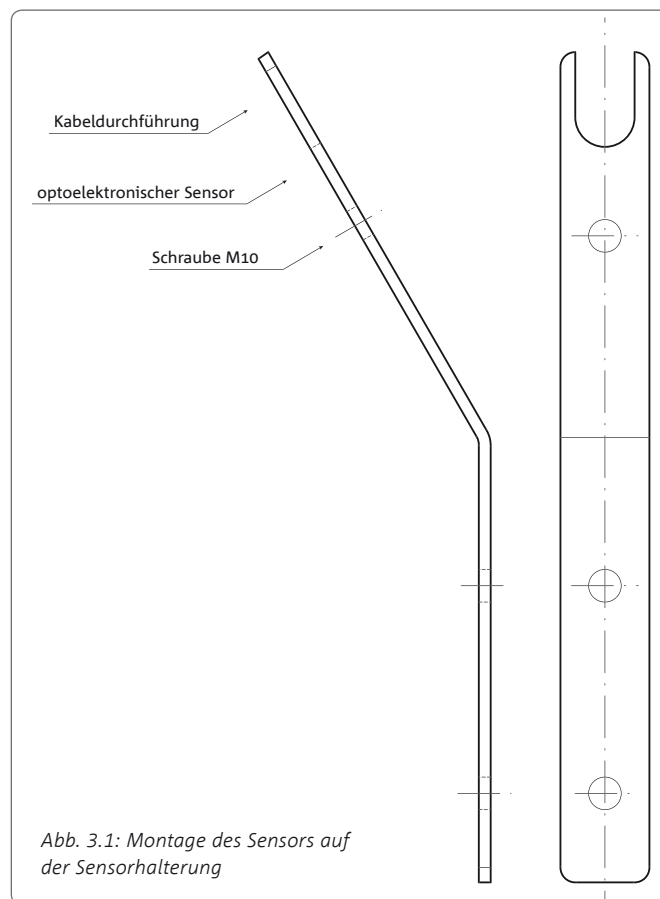
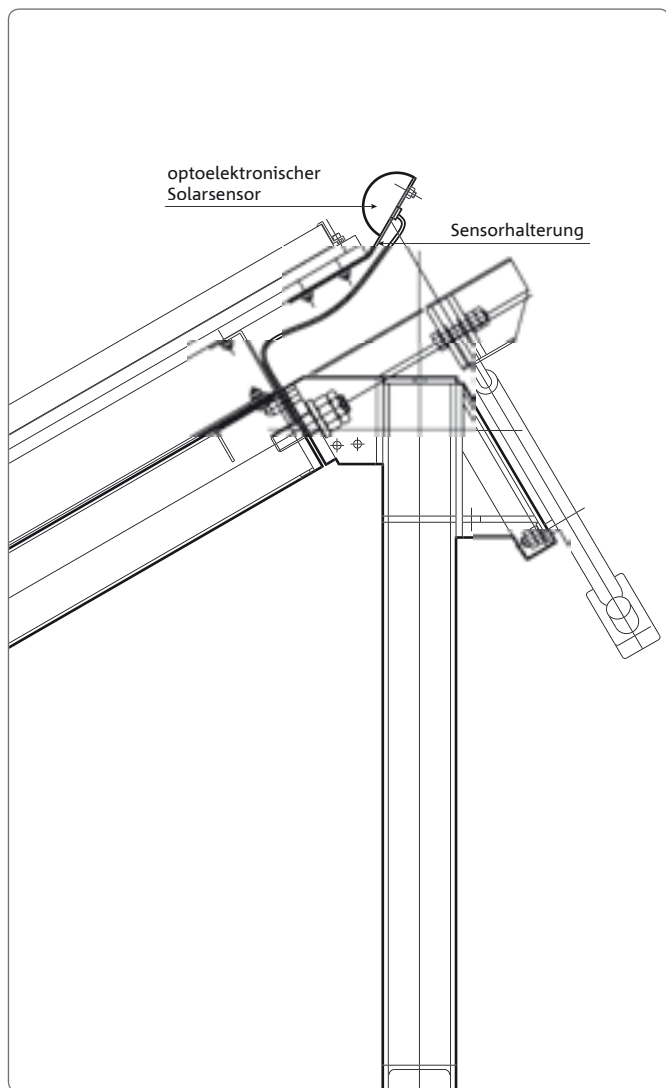

Abb. 3.1: Montage des Sensors auf der Sensorhalterung
Abb. 3.2: Montage des Sensors (Seitenansicht)
4. Den Sensor nach Abb. 3.1 auf der Sensorhalterung mit einer Schraube M10x16 montieren. Die Sensorkabel müssen durch die Sensorhalterung geführt werden.
5. Den Sensor auf der Sensorhalterung nach Abb. 3.1 bis 3.3 am Modultisch befestigen. Zunächst von oben zwei Schrauben M10x25 durch die Löcher führen. Jeweils eine Mutter M10 ansetzen und ca. 10mm aufschrauben. Anschließend werden die Schraubenköpfe nach Abb. 3.2 und 3.3 in den Profilkanal eingeführt. Nach Anziehen der zwei Muttern M10 ist die Sensorhalterung samt Sensor am Modultisch befestigt. Bei der Kabelverlegung die Bewegung der Modulfläche beachten, d.h. Schleife legen, um die Bewegungsfreiheit zu gewährleisten. Zugkräfte im Kabel müssen unter allen Umständen verhindert werden.